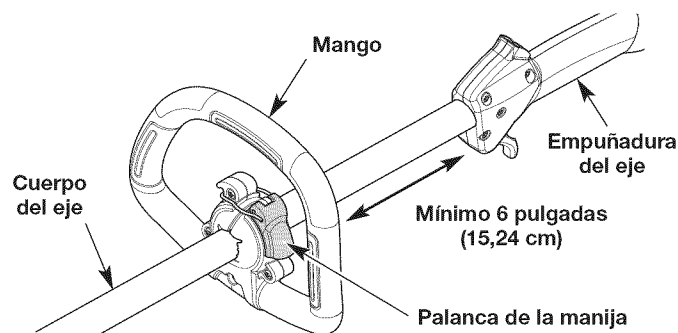

Fig. 2
1. Voltee la palanca de la manija hacia arriba para aflojarla (Fig. 2).
2. Sin dejar de sujetar la unidad en posición de operación (Fig. 11), mueva el mango hasta el lugar que le dé el mejor agarre. Colóquelo a una distancia mínima de 6 pulgadas (15.24 cm) de la base de la empuñadura del eje (Fig. 2).
3. Inclíne la manija como desee (Fig. 2).